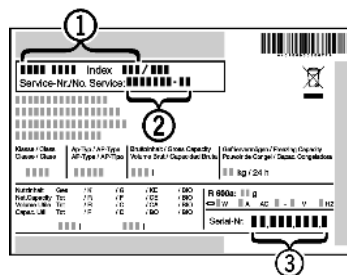

Fig. 3
- ▶ Odczytać z tabliczki znamionowej oznaczenie urządzenia *Fig. 3 (1)*, nr serwisowy *Fig. 3 (2)* oraz numer seryjny *Fig. 3 (3)*. Tabliczka znamionowa znajduje się po lewej stronie wewnątrz urządzenia.
- ▶ Poinformować serwis i podać opis zakłócenia, oznaczenie urządzenia *Fig. 3 (1)*, nr serwisowy *Fig. 3 (2)* oraz numer seryjny *Fig. 3 (3)*.